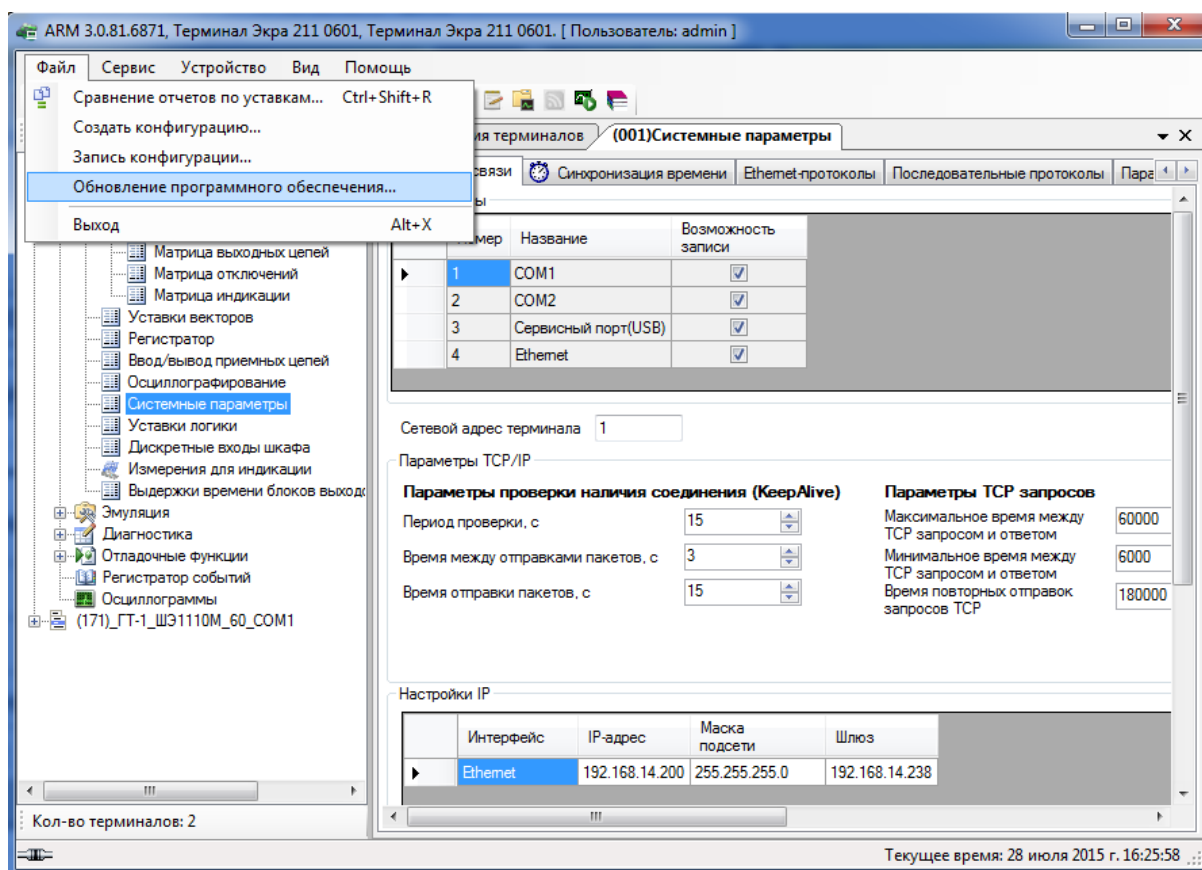
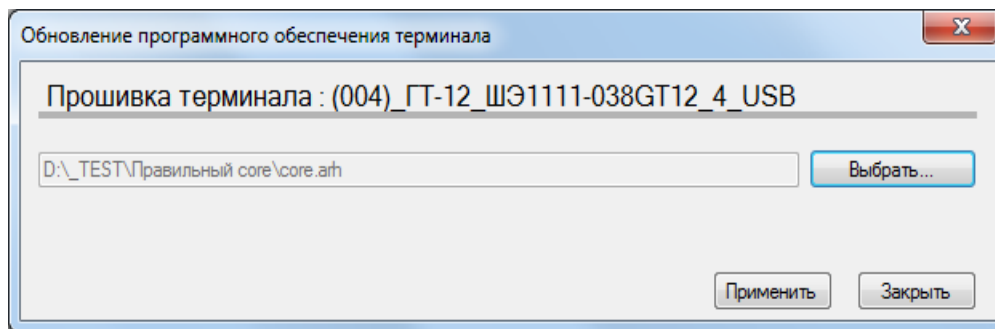

Рисунок 6.1 – Пункт главного меню **Обновление программного обеспечения...**
Рисунок 6.2 – Диалоговое окно **Обновление программного обеспечения...**
6.2.3 Замена программы осуществляется через пункт меню **Файл** → **Обновление программного обеспечения....** При выборе этого пункта (см. рисунок 6.1) отображается диалоговое окно (см. рисунок 6.2).